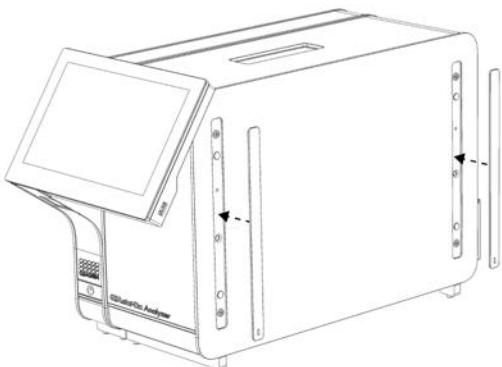

Figura 7. Reataşarea capacelor de protecţie.
- Ataşaţi la loc capacele de protecţie pe partea laterală a modulului analitic (Figura 7).